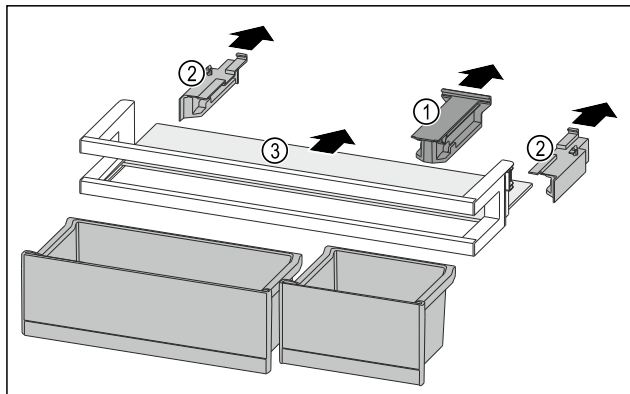

Fig. 248
- ▶ Снимите крепление Fig. 248 (1).
- ▶ Снимите боковые части Fig. 248 (2).
- ▶ Извлеките съемную полку Fig. 248 (3).